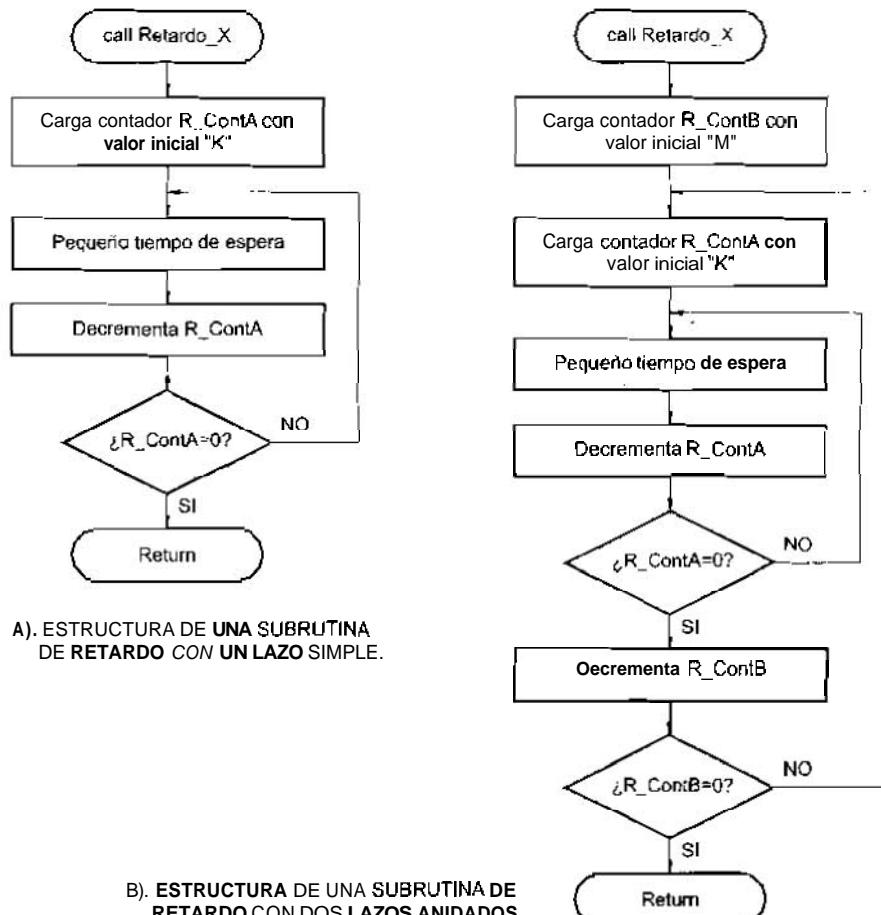
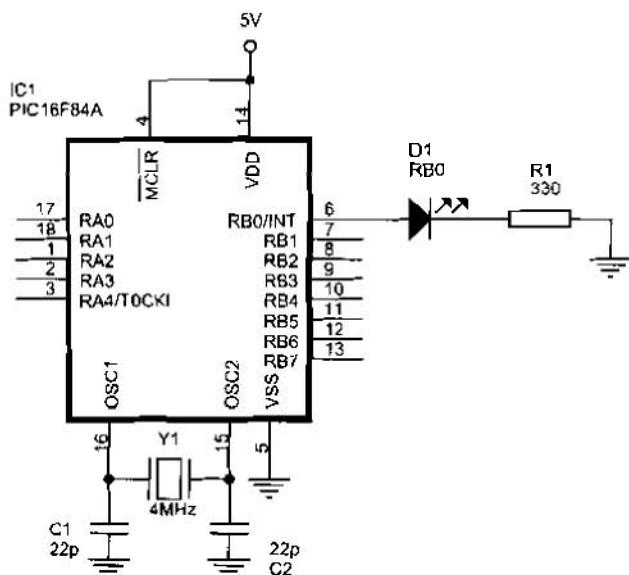

Figura 12-4 Estructura de las subrutinas de retardo
Figura 12-5. Intermitente
En muchas aplicaciones y proyectos con microcontroladores resulta necesario generar tiempos de espera, denominados **tiempo de retardo**. Estos intervalos pueden conseguirse mediante una **subrutina de retardo**, basada en un lazo simple de algunas instrucciones que se repiten tantas veces como sea necesario, hasta conseguir el retardo pretendido, figura 12-4(A). Como el tiempo de ejecución de cada instrucción es conocido lo único que hay que hacer es calcular el valor inicial que debe tener el registro *R\_ContA*, que actúa como contador del número de iteraciones en el lazo, para obtener el tiempo de retardo deseado.
Un ejemplo típico de subrutina de retardo puede ser el siguiente fragmento de programa, donde "cm" significan "números de ciclos máquina" y en la figura 12-4(A) se muestra su diagrama de flujo:
la figura 12-4(A) se
**EJEMPLO:** Calcular el valor de la constante K, para obtener una subrutina de retardo de 500  $\mu$ s con la estructura de la figura 12-4(A).
Para la generación de retardos de mayor duración deben utilizarse lazos anidados, poniendo un lazo de retardo dentro de otro. La forma de hacerlo se explica en las subrutinas "Retardo\_200ms" y "Retardo\_100ms" del siguiente programa ejemplo, donde a partir de la estructura de 1 ms conseguido en la sección anterior se obtienen retardos mayores mediante la realización de lazos anidados, figura 12-4(B). Este programa es una útil aplicación de un LED intermitente para el circuito de la figura 12-5.